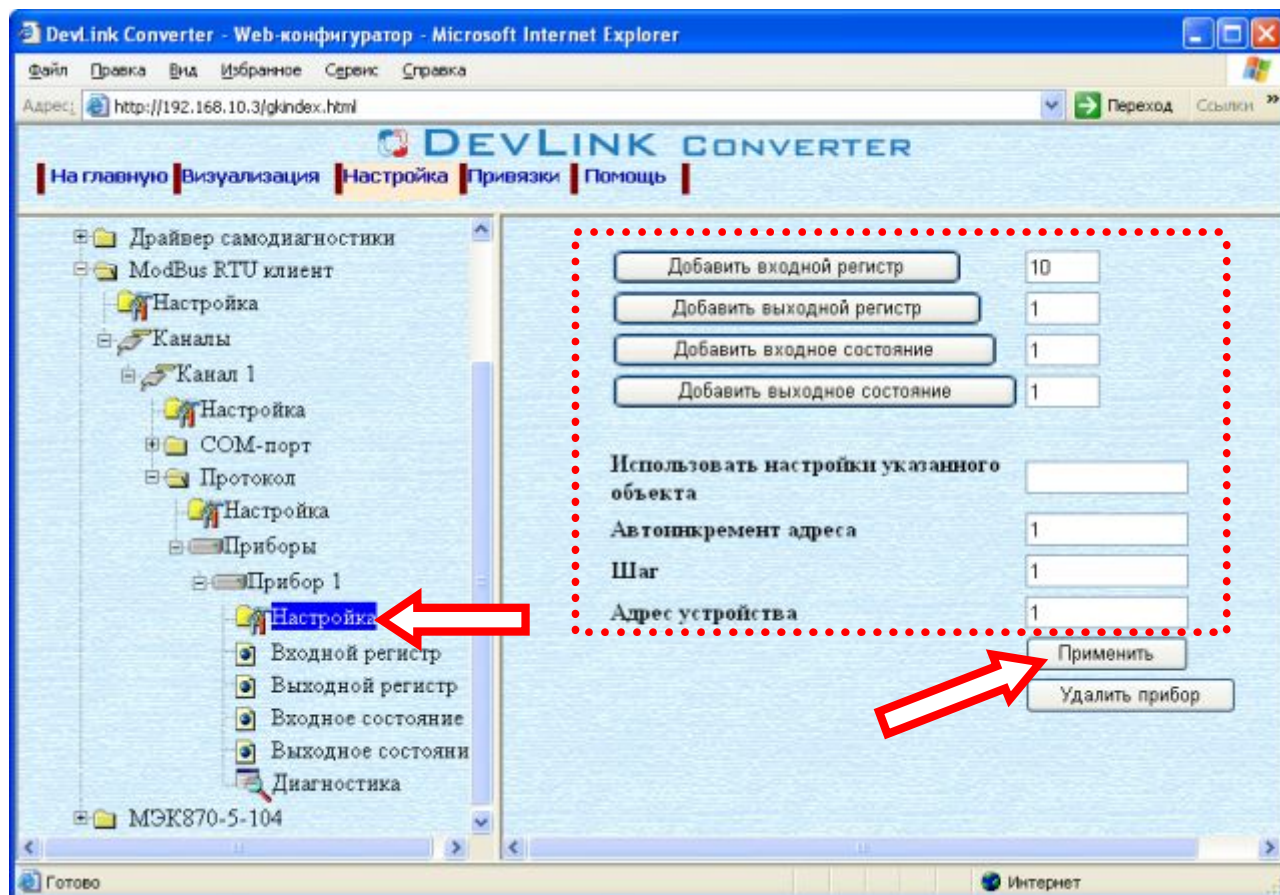

Рисунок 3.7 – Добавление регистров
- Выберите в дереве объектов папку *«Настройка»* протокола драйвера нужного канала (рисунок 3.7).